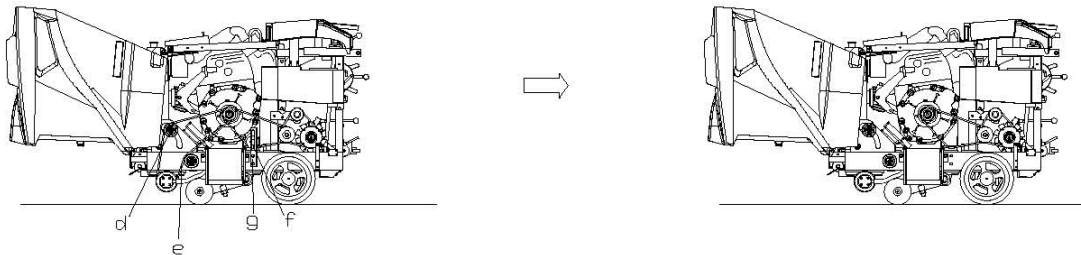

図2
・・・図2
3.カウンターシャフトテンションプーリー(f)を緩め、テンションブラケット(g)と共に本体フレームから取り外す。・・・図2